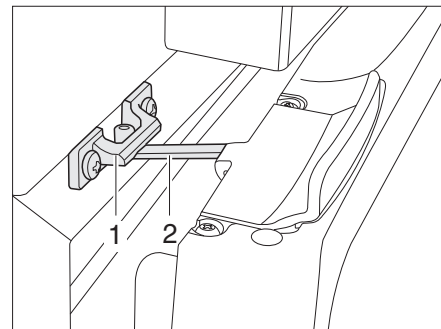

Fig. 333 Porta del frigorifero in posizione di ricircolo d'aria (Thetford)
- Aprire il bloccaggio (Fig. 333,2) e innestarlo nella sede di bloccaggio (Fig. 333,1). In questo modo la porta del frigorifero rimane ferma in posizione socchiusa.